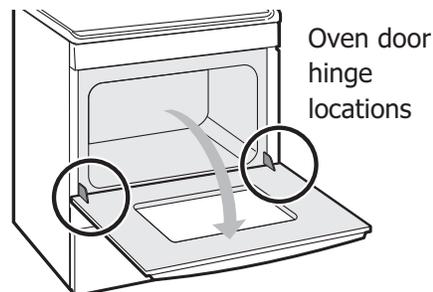

Figura 9: Ubicación de las bisagras de la puerta
1. Abra completamente la puerta del horno, dejándola horizontal con el piso (consulte la Figura 9).
3. Abra completamente la puerta del horno y déjela horizontal en relación con el piso (consulte la Figura 9).